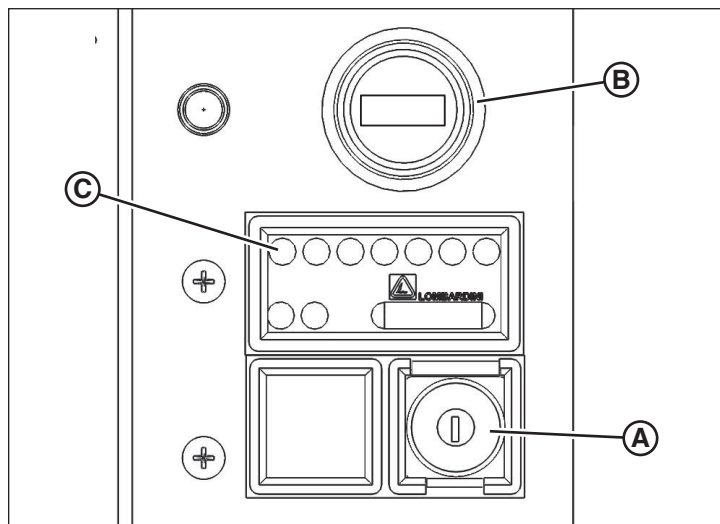

Figure 22
Le panneau de commande du moteur Kohler consiste en une touche démarrer/arrêter le moteur (A, Figure 22) un horomètre (B), et des voyants indicateurs d'avertissement du moteur (C).